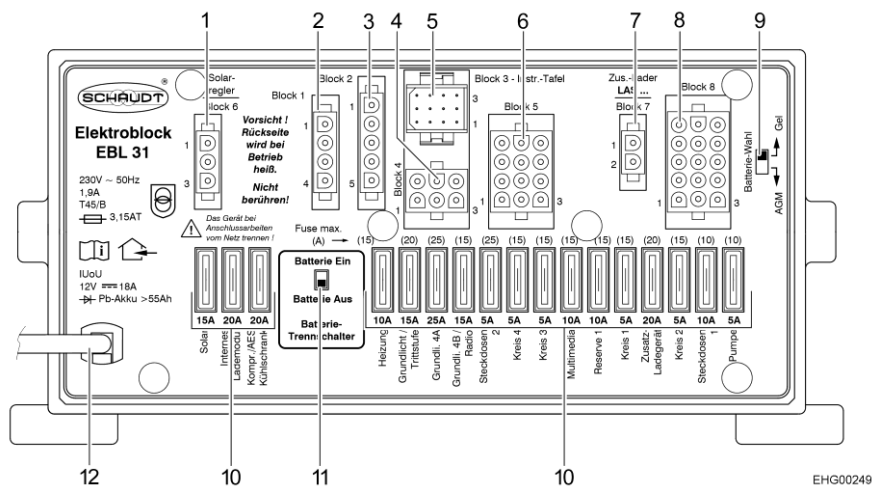

Fig. 66 Bloc électrique (EBL 31)
- ▷ Afin de couper l'alimentation électrique de tous les consommateurs électriques 12 V, et pour éviter toute décharge de la batterie de cellule, placer l'interrupteur-séparateur de batterie (Fig. 66,11) sur "Batterie Aus" (batterie Arrêt) sur le bloc électrique.
- ▷ Les consommateurs tels que chargeur, régulateur de panneau solaire, panneau de contrôle et autres sont alimentés par la batterie, même lorsque l'interrupteur principal 12 V est fermé sur le panneau de contrôle (Fig. 67,6). C'est pourquoi il faut mettre l'interrupteur-séparateur de batterie (Fig. 66,11) du bloc électrique sur "Batterie Aus" (batterie Arrêt) lorsque le véhicule n'est plus utilisé pendant une longue période.